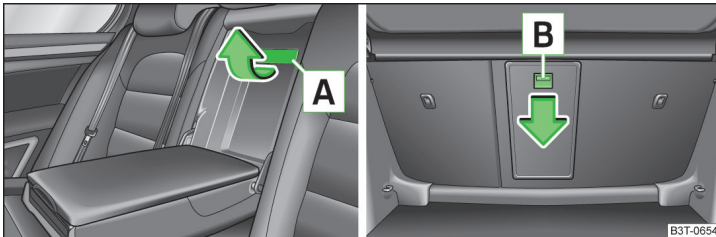

Abb. 96 Rücksitze: Deckelgriff / Gepäckraum: Entriegelungstaste
- Den Griff **A** bis zum Anschlag in Pfeilrichtung nach oben ziehen und den Deckel nach unten klappen » Abb. 96.
- Die Entriegelungstaste **B** » Abb. 96 in Pfeilrichtung schieben und den Deckel mit der Armlehne nach vorn klappen.
Darauf achten, dass die Armlehne nach dem Schließen immer eingerastet ist. Das lässt sich daran erkennen, dass das rote Feld oberhalb der Entriegelungstaste **B** » Abb. 96 vom Gepäckraum aus nicht zu sehen ist.